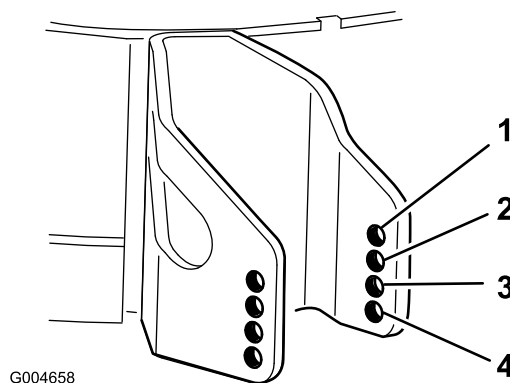

Figura 46
- Escolha a dimensão do orifício ideal para que o rolo antidanos fique posicionado o mais próximo possível da altura de corte pretendida (Figura 46).